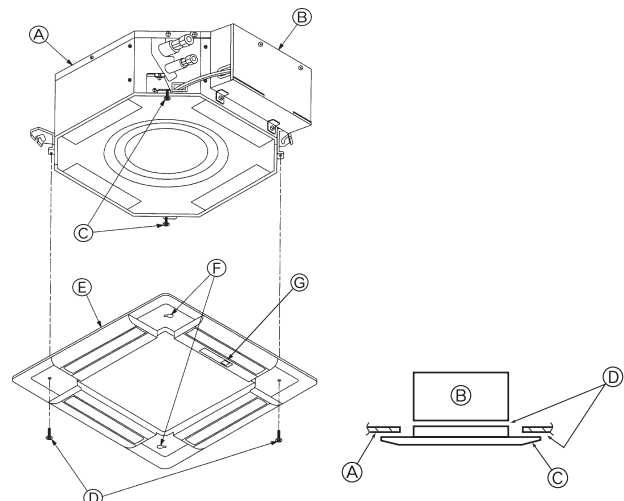

Fig. 5-6
5.3.2. Προσωρινή τοποθέτηση της περσίδας (Fig. 5-6)